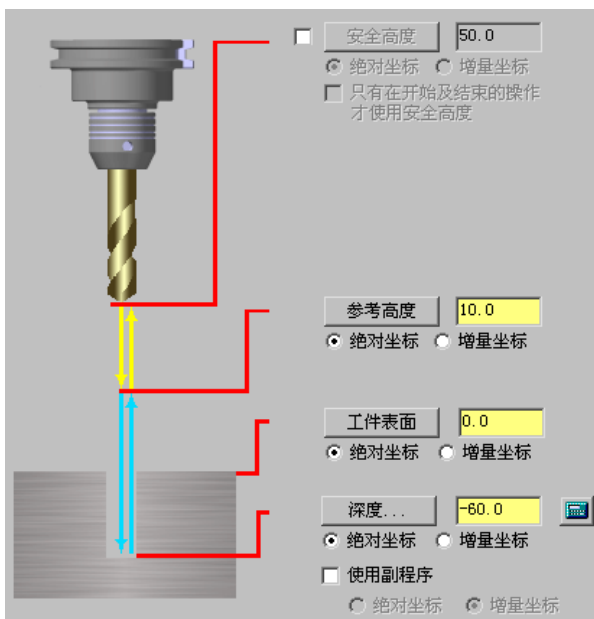

图 9.8.33 “共同参数”设置界面
(4) 设置刀具参数。
① 完成上步操作后，在“2D 刀具路径 – 钻孔/全圆铣削 深孔钻-无啄孔”对话框的列表框中显示出上步选取的刀具，双击该刀具，系统弹出“定义刀具-机床群组-1”对话框。
② 设置刀具号码。在“定义刀具-机床群组-1”对话框中的 **刀具号码** 文本框中，将原有的数值改为 4。
③ 设置刀具的加工参数。单击“定义刀具-机床群组-1”对话框的 **参数** 选项卡，在 **进给率** 文本框中输入值 300.0，在 **下刀速率** 文本框中输入值 200.0，在 **提刀速率** 文本框中输入值 800.0，在 **主轴转速** 文本框中输入值 1000.0。
④ 设置冷却液方式。在 **参数** 选项卡中单击 **Coolant...** 按钮，系统弹出“Coolant...”对话框，在 **Flood**（切削液）下拉列表中选择 **On** 选项，单击该对话框中的 **✓** 按钮，关闭“Coolant...”对话框。
(5) 单击“定义刀具-机床群组-1”对话框中的 **✓** 按钮，完成刀具参数的设置，系统返回至“2D 刀具路径-钻孔/全圆铣削 深孔钻-无啄孔”对话框。
(6) 设置共同参数。在“2D 刀具路径-钻孔/全圆铣削 深孔钻-无啄孔”对话框左侧的节点列表中，单击 **共同参数** 节点，切换到“共同参数”界面，设置图 9.8.33 所示的参数。